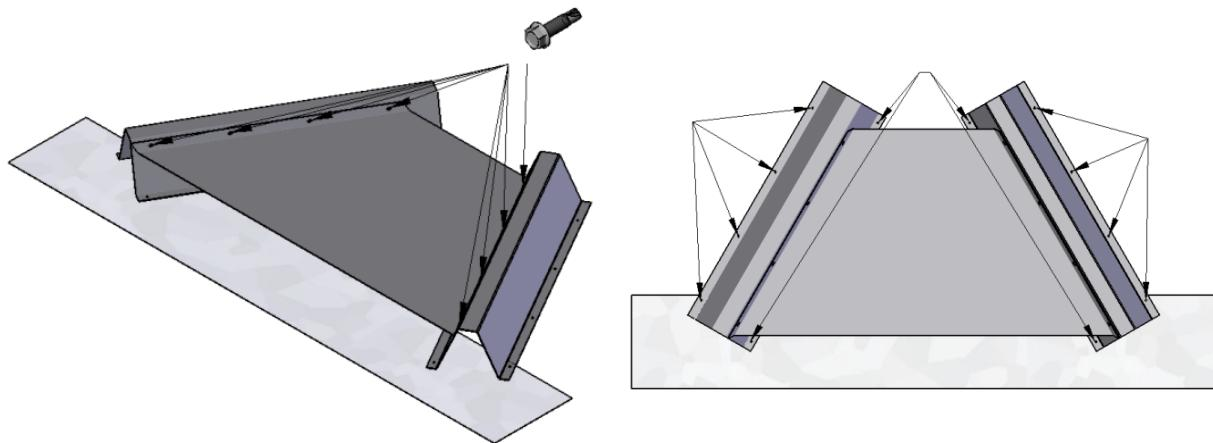

FIGURE 7 ASSEMBLAGE ET INSTALLATION DE L'ESPACEUR INFÉRIEUR
2. Puis assemblez l'écran radiant sur les supports de l'espaceur inférieur (voir Figure 7) en utilisant huit grosses vis autotaraudeuses (fournies).
4. En utilisant des vis à bois d'au moins $1\frac{1}{2}$ " (non fournies), attachez solidement les côtés gauche et droit de l'espaceur inférieur au plancher, de même que l'avant et l'arrière des deux côtés intérieurs, tel que montré à la Figure 7. Si possible, fixez l'espaceur inférieur aux solives de plancher avec des vis à bois de 3" (non fournies).